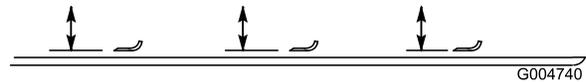

Figura 86
- Rode a lâmina até que as suas extremidades se encontrem viradas para a frente e para trás (Figura 86). Meça a distância entre o interior da unidade de corte e a parte cortante na zona dianteira da lâmina. Anote esta medida.